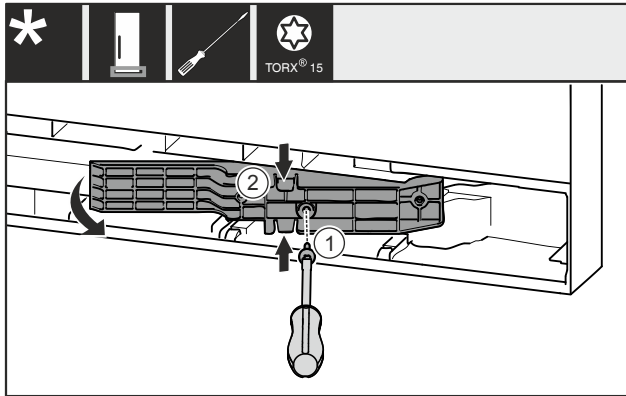

Fig. 12 *
- Fjern skruen Fig. 12 (1)*
- Pres adapterstykket Fig. 12 (2) let sammen foroven og forneden, og træk det ud.*